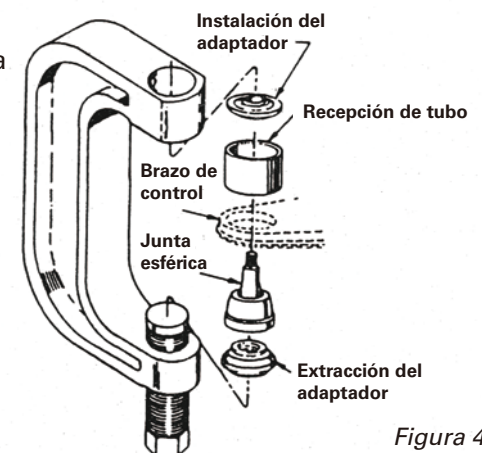

Figura 4
3. Ensamble todos los componentes de la rótula en la prensa "C", como se muestra en la Figura 4. Coloque el tubo receptor y apriete el tornillo de fuerza. Compruebe la alineación de todas las herramientas y componentes y continúe apretando el tornillo de fuerza hasta que la rótula este firmemente asentada.